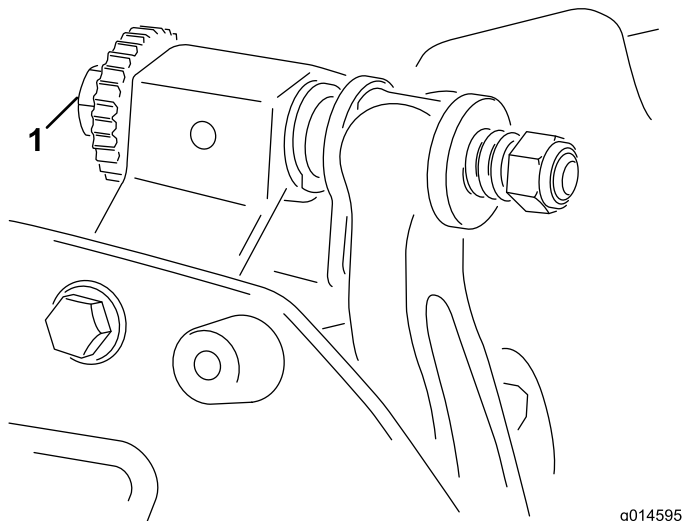

図 8
- A. ベッドバー調整ねじ **図 8** を1クリックずつ均等に締めながら、ごく軽い接触が得られるようにする。
6. シムを左右に滑らせながら右側のベッドバー調整ねじ **図 8** を回して、シムに 軽い 圧迫シムが挟まれる感じを感じる程度に調整する。シムを抜き取る。